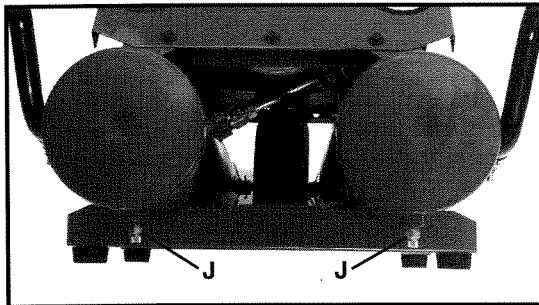

Fig. 4
Soupape de vidange (J) Fig. 4 : La soupape de vidange situé à la base de chaque réservoir d'air sert à vidanger l'eau de condensation après chaque usage.
- c. Ouvrez un des soupapes de vidange (J) Fig. 4 à fond pour empêcher toute montée en pression du réservoir.
11. Vidangez l'eau des **deux** réservoirs. Tournez les **deux** soupapes de vidange (J) Fig. 4 en sens anti-horaire pour les ouvrir.